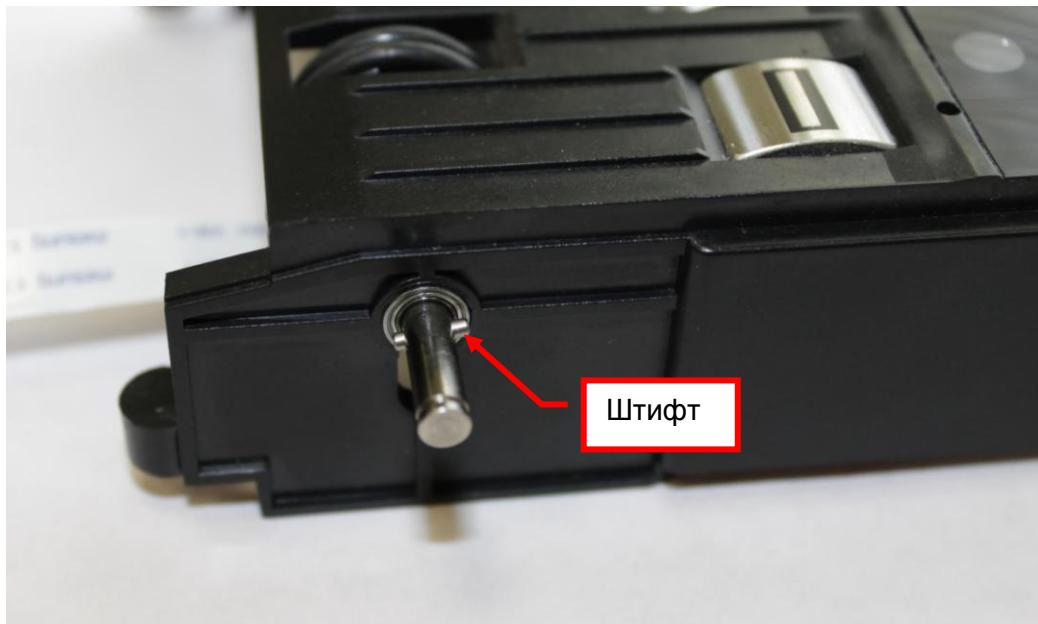

Рис. 8.38
8.16.4 Снимите, с помощью пинцета, штифт ЕВКМ.D230M1.01.00.016-01 (см. рис.8.38).